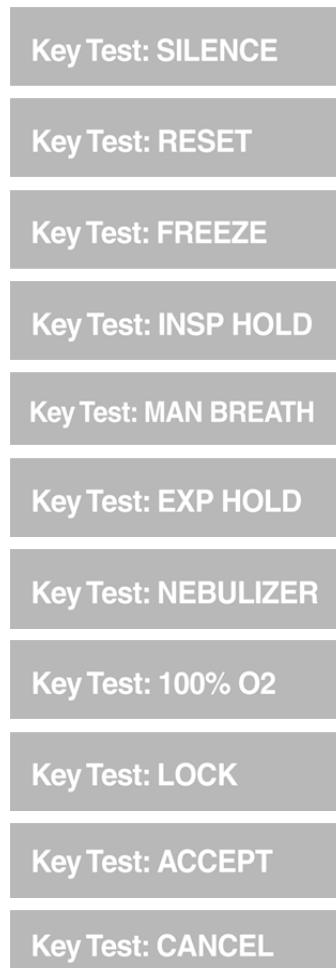

Abbildung 2.18 Schaltermeldungen
5. Drücken Sie auf das Touchscreen-Symbol **Patient Removed**. Es wird der Bildschirm mit den Anwenderkontrolltests angezeigt (siehe Abbildung 2.18).